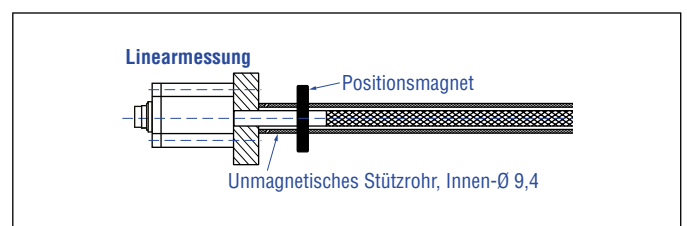

Abb. 18: Sensor mit Stützrohr/Schutzrohr
1. Führen Sie den flexiblen Messstab immer in einem Stützrohr/ Schutzrohr (z.B. druckfestes Rohr HD/HL/HP oder HFP-Profil). Das Stützrohr muss aus unmagnetischem Material bestehen und einen Innendurchmesser von mindestens 9,4 mm haben (Abb. 18). Es kann gerade oder gebogen sein.